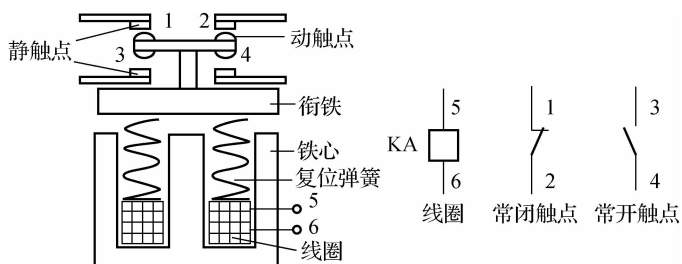

图 1-44 中间继电器的结构与电气符号
(1) 中间继电器的结构与工作原理。中间继电器的结构和工作原理与接触器类似, 其结构与电气符号如图 1-44 所示。不同之处在于中间继电器没有主触点, 触点数量多; 线圈为电压线圈, 当电压为 0 V 时, 衔铁应可靠释放; 没有弹簧调节装置。
(2) 中间继电器的技术参数与型号含义。
① 中间继电器的触点数量。
② 中间继电器的线圈电压类型: 交/直流型、直流型。